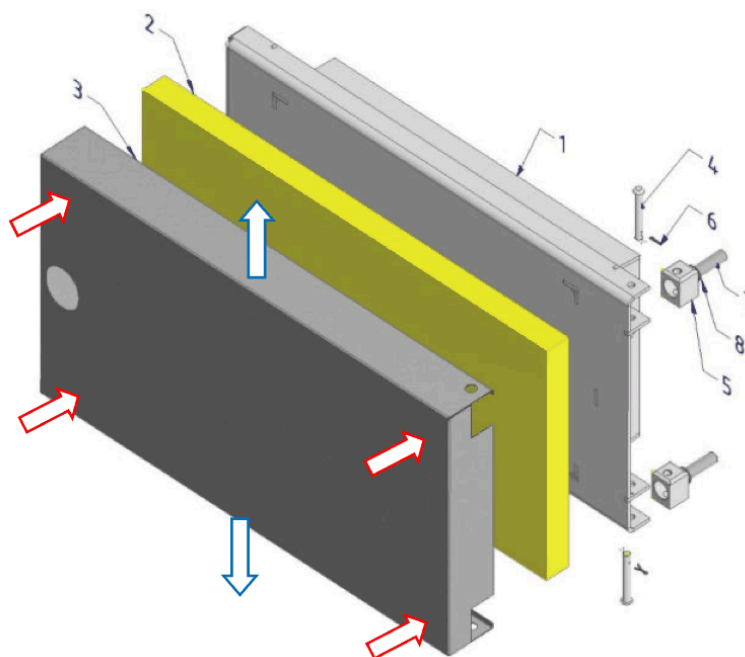
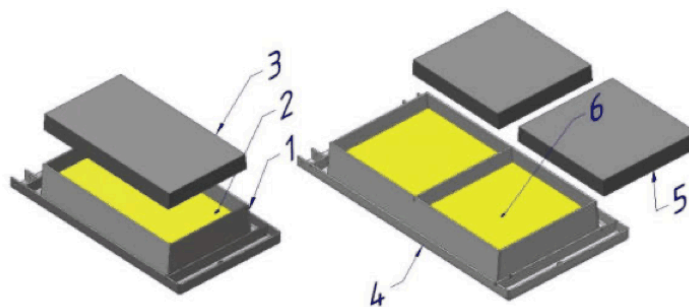

Fig. 7
Fig. 9: în stânga UȘA VIGAS 12-40, în dreapta UȘA VIGAS 60-100
1. Se scoate ușa, extrăgând splinturile și bolțurile (fig. 7 - poz. 4,6); căptușeala deteriorată trebuie spartă și îndepărtată. Sub căptușeală se află materialul termoizolant Nobasil (fig. 9 - poz. 2,6), care se lasă pe loc.